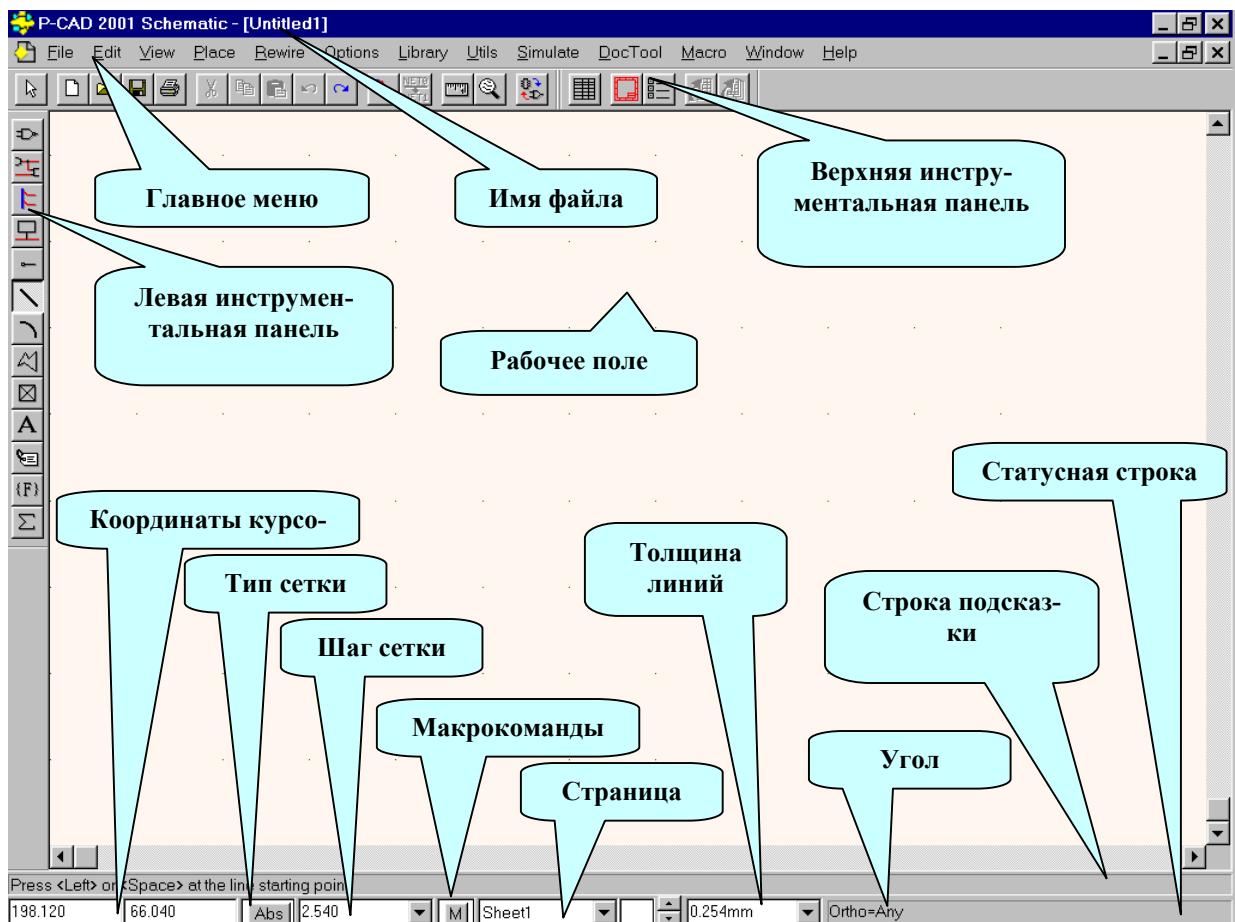

Рис. 3-2. Экран схемного редактора
2) Появится заставка пакета, а затем рабочий экран редактора схем **Schematic** (см. рис. 3-2).